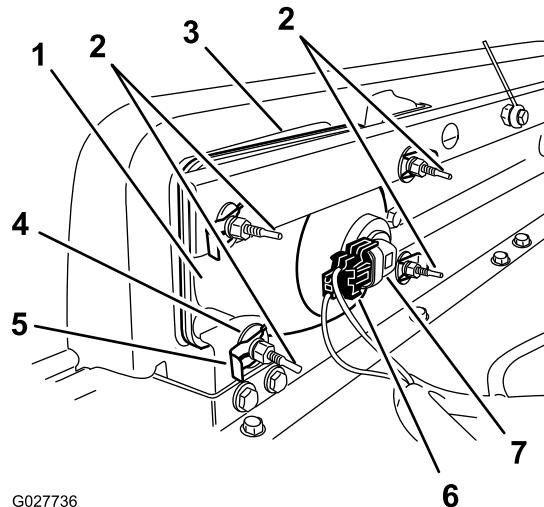

Figura 41
3. Desconecte el conector eléctrico del arnés de cables del conector del conjunto de la lámpara (Figura 41).
4. Retire los conectores rápidos y las arandelas que sujetan el faro al soporte del faro (Figura 41).
5. Retire el faro desplazándolo hacia adelante y pasándolo por el hueco del parachoques delantero (Figura 41).
6. Introduzca el faro nuevo a través del hueco del parachoques (Figura 41).
- Conecte el conector eléctrico del arnés de cables al conector del conjunto de la lámpara (Figura 41).
- En la parte trasera del faro, gire los tornillos de ajuste (Figura 41) para pivotar el conjunto y ajustar de la posición del haz de luz.